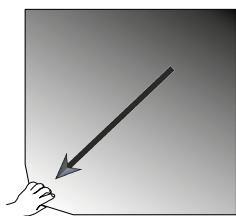

Рисунок 99: Липкий коврик: поднятие и отрыв коврика для удаления
1. Чтобы удалить коврик, приподнимите его с одной стороны и медленно оторвите его от платформы, как показано на Рисунок 99.